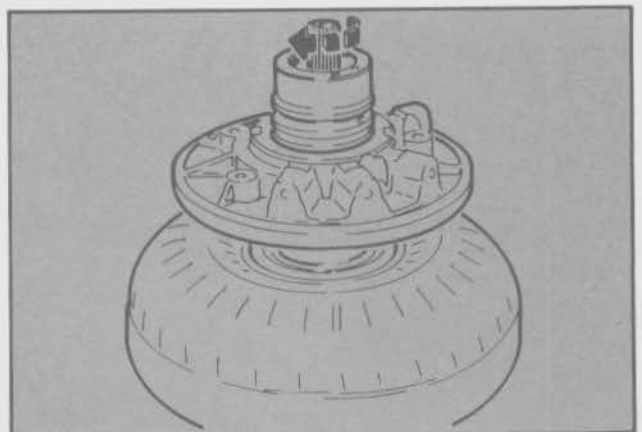

Fig. 12 - Comprobación de contacto entre estator y turbina
- Posteriormente, dar vuelta el convertidor de par, introducir el eje de transmisión y girarlo (Fig. 12).